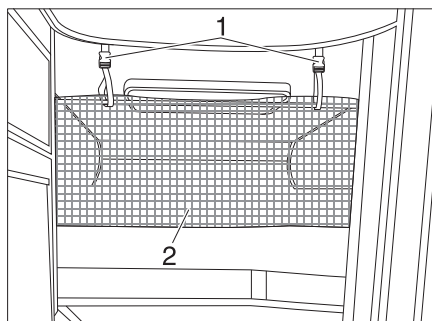

Fig. 164 Red de seguridad
La red de seguridad (Fig. 164, 2) viene de serie entre el colchón y el somier. Tender la red de seguridad cuando la persona ya se encuentre en la cama.
- Engatillar las cintas de sujeción (Fig. 164, 1) en los soportes en el techo.